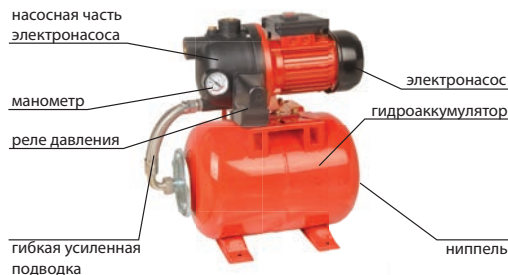

Рис. 1
6.1. Бытовая насосная станция состоит из (рис. 1):